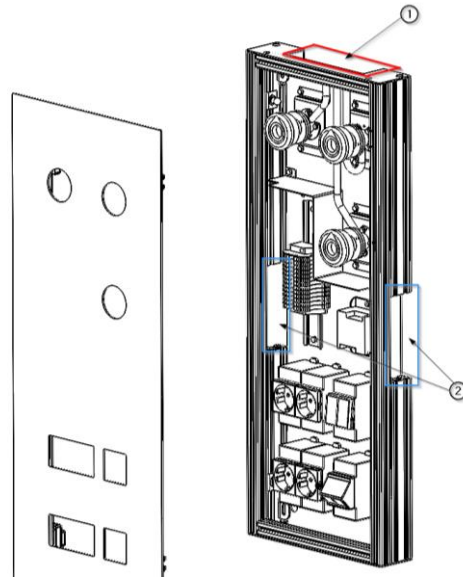

Fig. 2 Locatie van de gas- en elektriciteitsaansluitingen
De ingang voor de toevoer van medische gassen ① bevindt zich aan de bovenzijde van het chassis van de ANTEA. De elektrische aansluitingen ② bevinden zich aan de zijkant(en) van het apparaat. Zie afbeelding 2.